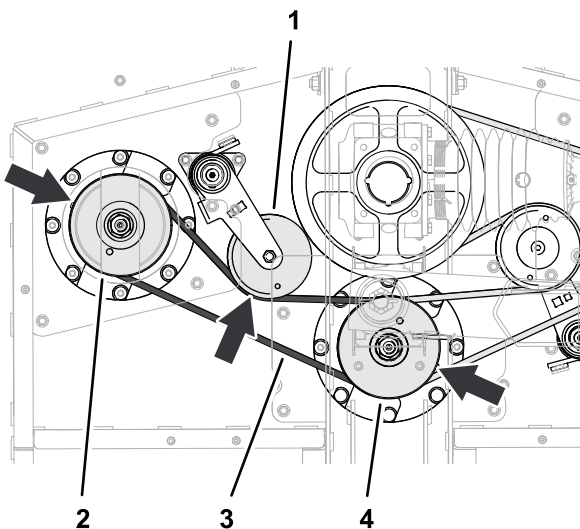

Bild 67
- Führen Sie den kurzen Riemen um die Riemenscheibe der linken Spindel und die untere Nut der Riemenscheibe der mittleren Spindel (Bild 67).
Uhrzeigersinn und ziehen Sie den Riemen auf die Spanscheibe auf (Bild 67).